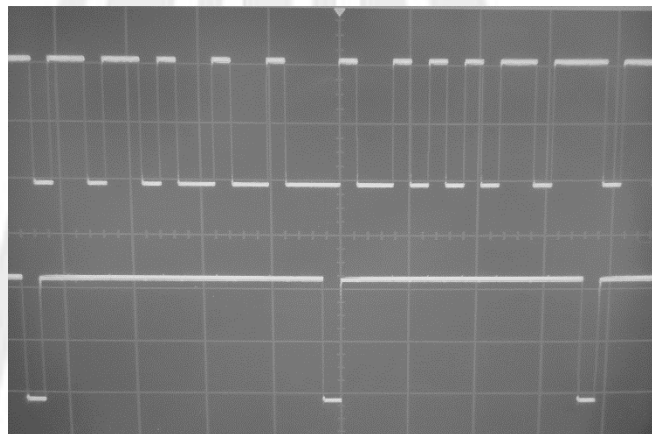

Figura 7.3 Comparación entre TP7 y TP8.
10. Monitorear con el osciloscopio por un lado la salida del modulador (DM Out) (TP7) y por otro el punto TP8 (Figura 7.3). En este último se debe observar la presencia de impulso negativo cada vez que la salida del modulador se mantiene alta o baja por lo menos durante tres bits. Estos impulsos son integrados por el filtro silábico y la tensión continua obtenida varía la ganancia del integrador y por consiguiente la pendiente de la rampa.